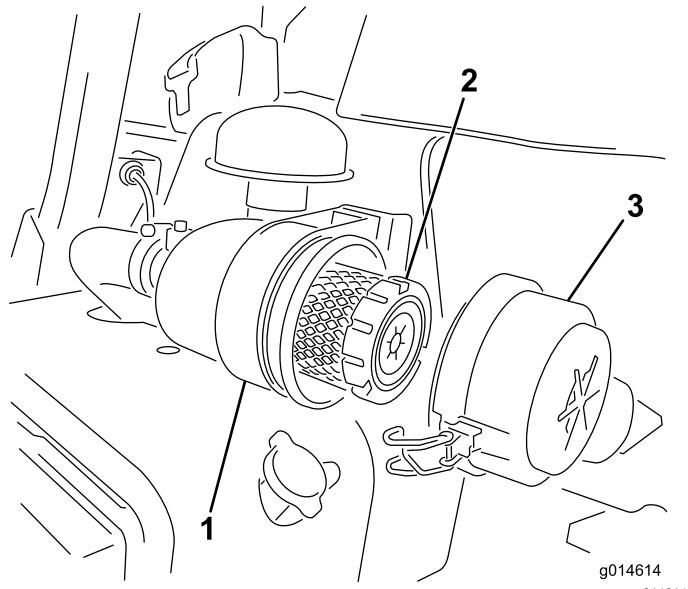

図 41
- エアクリーナのカバーをボディーに固定しているラッチを外す(図41)。
- ラッチをしっかりと掛ける図41。